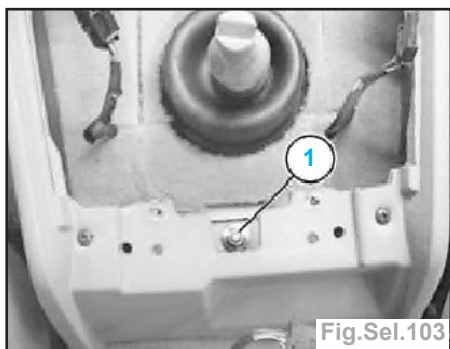

Fig.Sel.103
- Retirer l'écrou (1) (fig.Sel.103).